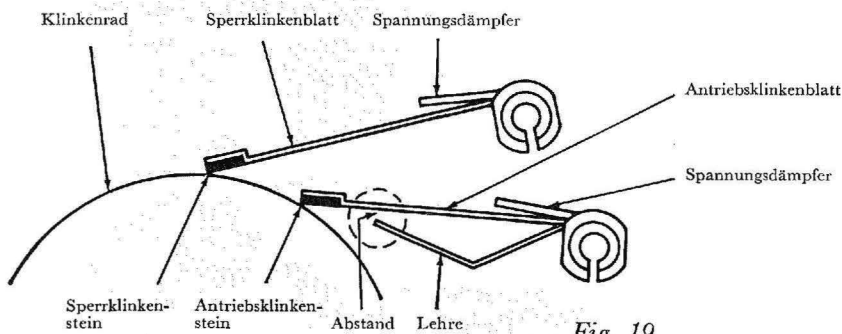

Fig. 19
4. Nun wird durch Drehen der Klinkenrolle mittels Rollendreher der Stein in die Zahnung eingerückt, bis die Entfernung zwischen *Lehre* und Klinkenfingerring (zusätzlich zum ursprünglichen Abstand bei Arbeitsgang 3) 1- bis $1\frac{1}{2}$ mal der Steindicke entspricht. War bei Arbeitsgang 3 der Abstand geringer als die Blattdicke, soll dieser in der Praxis, nach Einstellen der Rolle, etwa anderthalbmal der Dicke des Steines entsprechen (siehe Fig. 19).
5. Nun prüft man die Spannungsdämpfer der Antriebs- und der Sperrklinke (Fig. 19). Der Spannungsdämpfer darf das Blatt der Antriebs- oder Sperrfeder höchstens bis auf einen Drittel dessen Länge berühren. Man versichere sich ebenfalls, daß das Ende des Spannungsdämpfers nicht weiter vom Antriebs- oder Sperrklinkenblatt entfernt liegt als die dreifache Blattdicke. Falls eine Nachstellung notwendig ist, biege man den Spannungsdämpfer mit der Pinzette und wiederhole Arbeitsgänge 3 und 4.